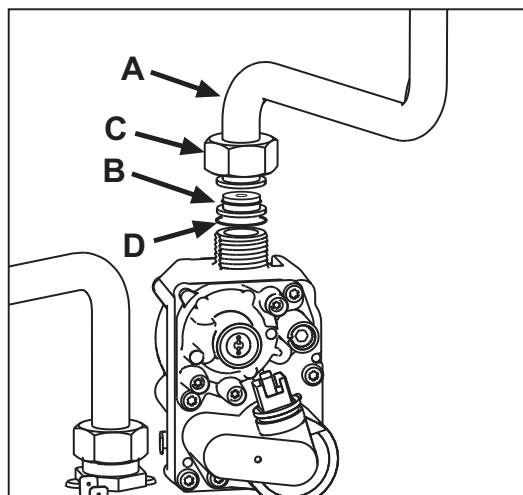

fig. 22
3. Desenrosque la tuerca **C** y desconecte el tubo del gas **A** de la válvula del gas (fig. 22).
4. Sustituya el inyector **B** del tubo del gas por el que se incluye en el kit de transformación, interponiendo la junta **D** (fig. 22).